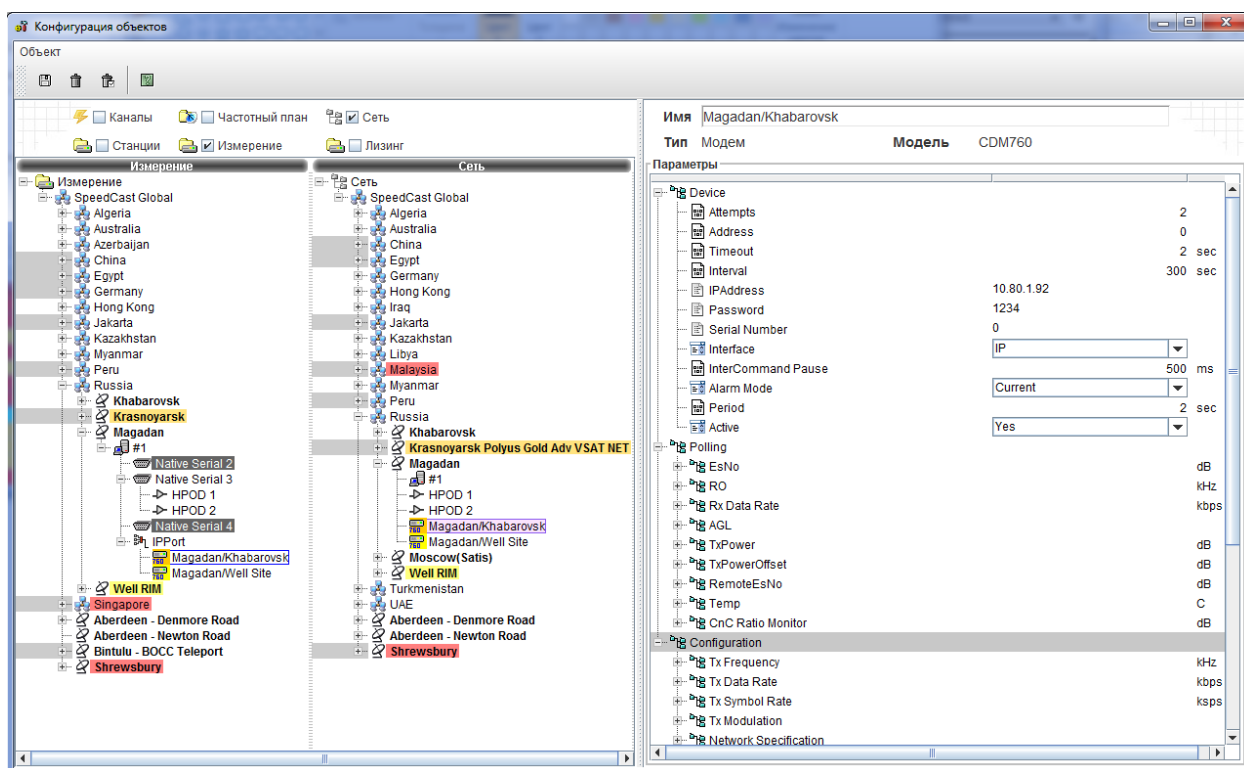

Рисунок 10 - Дерево "Измерение".
- В открывшейся форме «Конфигурация объектов» поставить отметку «Измерение» в левом верхнем углу формы (см. рис. 10).